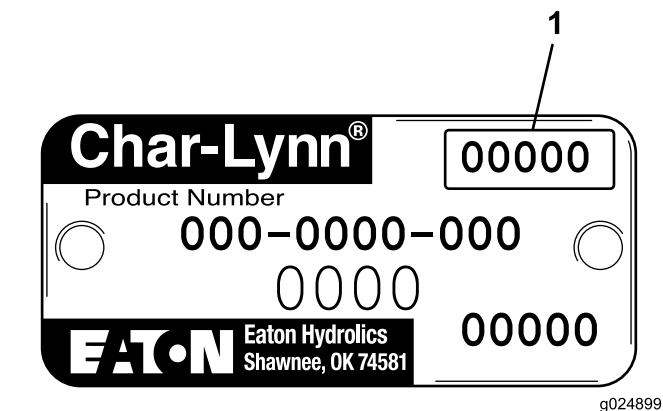

Figura 2
4. Il codice data in formato giuliano (Figura 2) confermerà che il motore appartiene al lotto in questione. I motori in questione avranno un codice data da 14311 a 19511.
Figura 2 ruote motrici